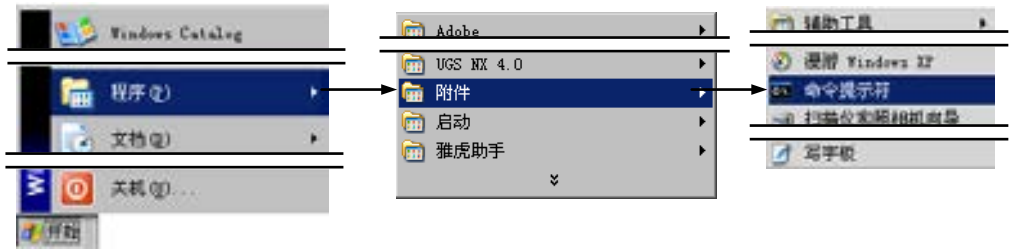

图 2.4.1 Windows 菜单
Step1. 选择 Windows 的 **开始** → **程序(P)** → **附件** → **命令提示符** 命令，如图 2.4.1 所示。